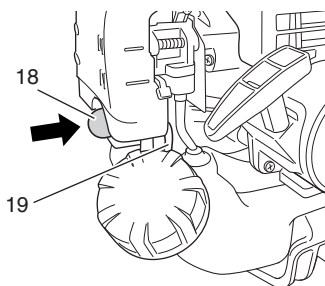

Fig. 14
* Pressez la poire de la pompe d'amorçage (18) à plusieurs reprises pour que le carburant puisse s'écouler par le tuyau de retour (19). (Fig. 14)